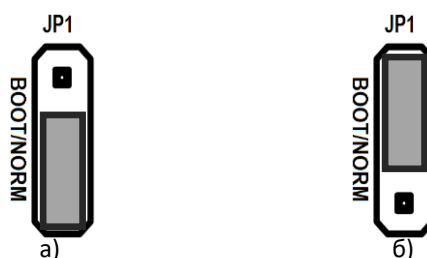

Рисунок 32. Джампер разъема **JP1**: а) джампер в положении **NORM**; б) джампер в положении **BOOT**
6. Переставить джампер разъема **JP1** в положение **BOOT** (рисунок 32).
2. Установить на плате блока управления джампер **JP1** в положение **BOOT** (рисунок 32). Изделие произведет восстановление данных FRAM в автоматическом режиме: произойдет удаление лицензий изделия, восстановятся реквизиты изделия по умолчанию. Через 30-40 секунд прозвучит звуковой сигнал.
7. Далее следует переставить джампер **JP1** блока управления в положение **NORM** (рисунок 32).